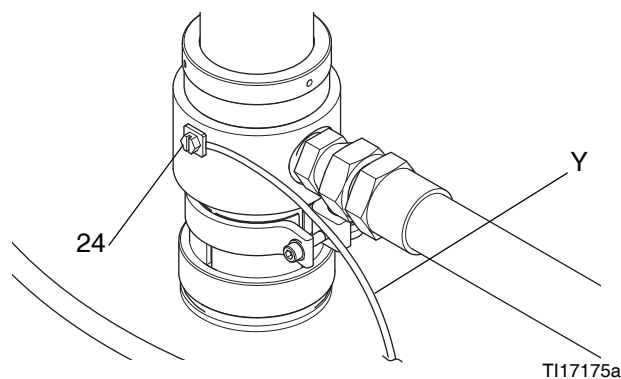

FIG. 9
Pompa: Connettere il filo di messa a terra (Y) alla vite di messa a terra (24) e stringere a fondo la vite. Vedere: FIG. 9. Collegare l'altra estremità del filo a una presa di terra efficace. Assicurarsi di rispettare tutti i codici elettrici nazionali, statali, regionali e locali.